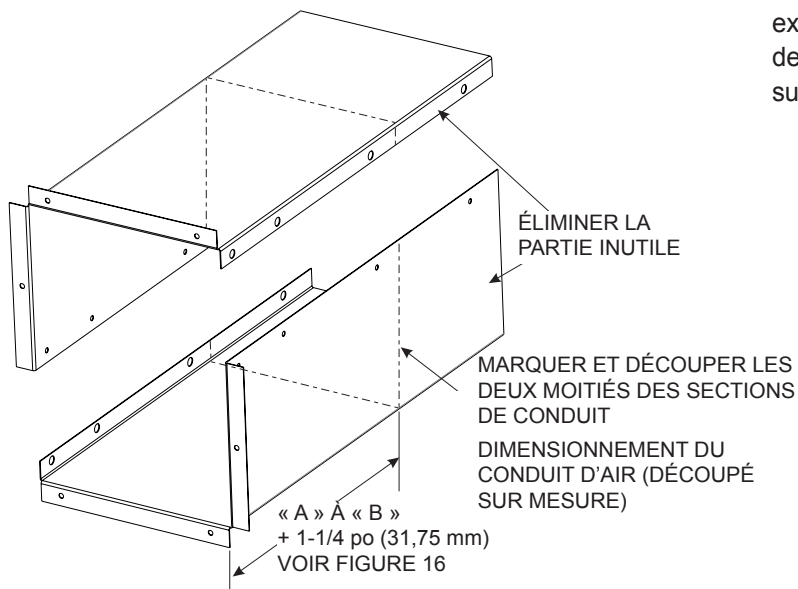

Figure 17
21. Ajouter 1-1/4 po (31,75 mm) à la distance mesurée à l'étape 20, puis, à l'aide de cisailles à métaux, découper les deux moitiés du conduit d'air à la bonne longueur. Voir **Figure 17**. Éliminer les extrémités découpées.